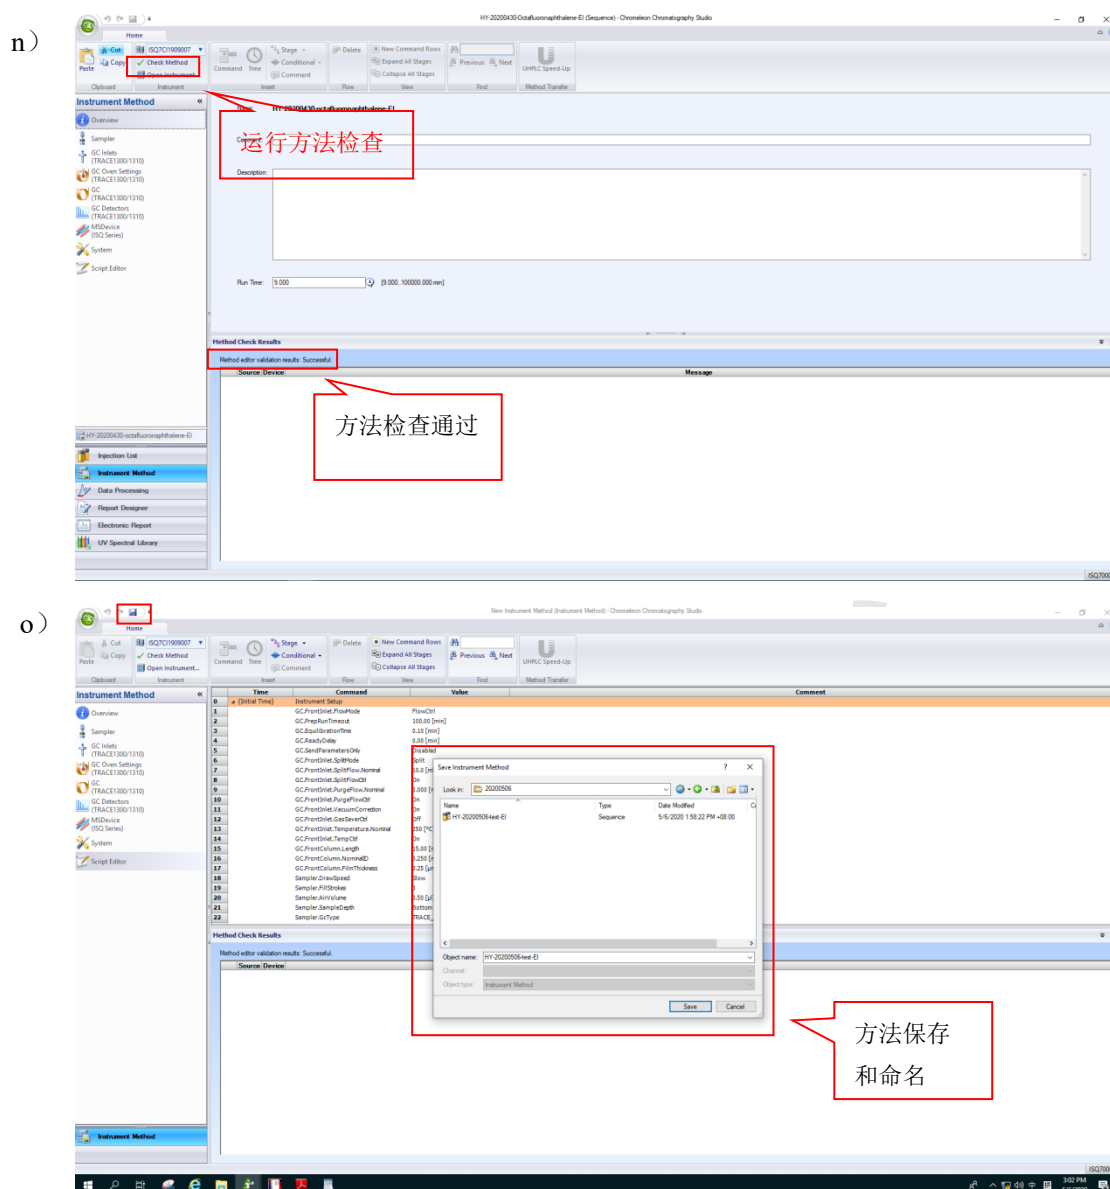

图 2.2 新建仪器方法
按照图 2.2 (a) ~ (o) 所示步骤新建仪器方法:
- l) 点击 Finish, 然后弹出图 2.2 (m);